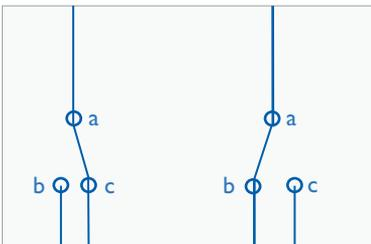

Figure 2. Interrupteur va-et-vient
- Trois bornes 'a', 'b' et 'c' – voir figure 2.